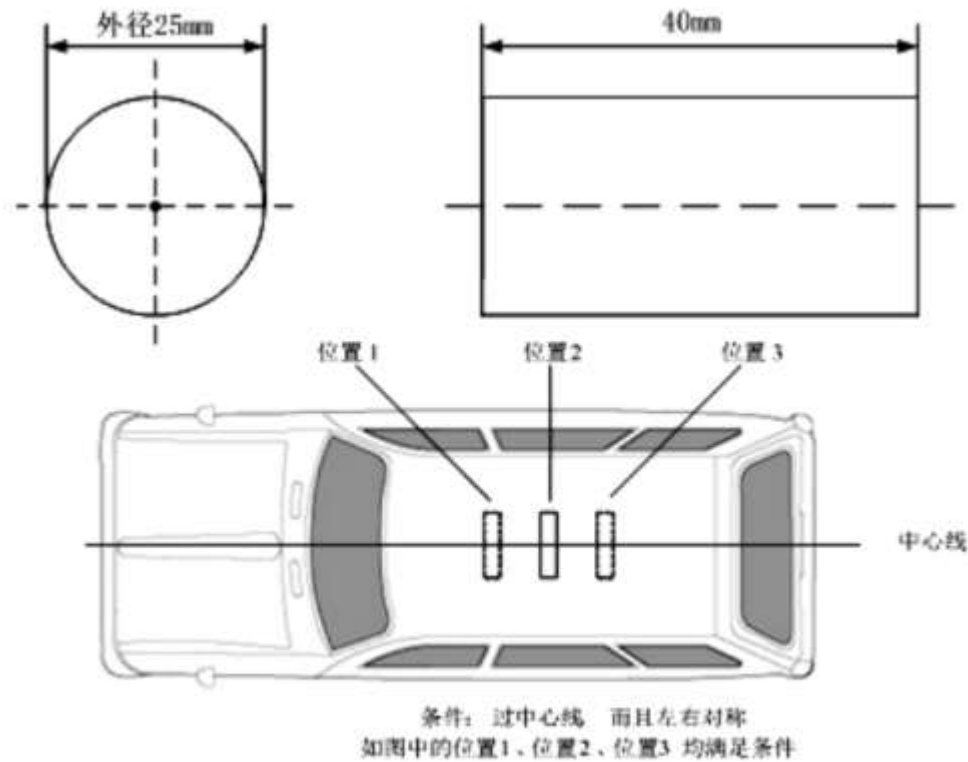

图 4 不锈钢圆筒及在车体安装位置示意
(3) “同步杆”两端分别放在两个机器人上，机器人上放置“同步杆”的机械结构为不锈钢圆筒外径 25mm，长度小于 40mm，该圆筒位于车体纵向中心线上，圆筒下端固定在可以旋转的支架上，如图 4 所示。
(4) 不锈钢圆筒内部不能进行人为处理，例如涂抹粘性物质，砂纸